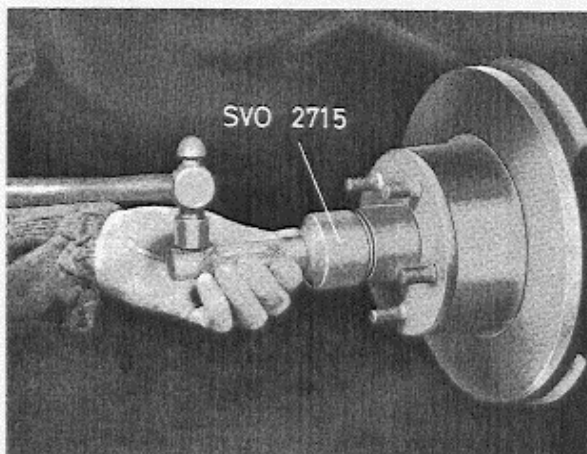

Abb. 20 Ausbau der Fettbuchse
4. Fettbuchse mit Werkzeug SVO 2715 ausbauen, siehe Abb. 20. Splint und Kronenmutter entfernen.